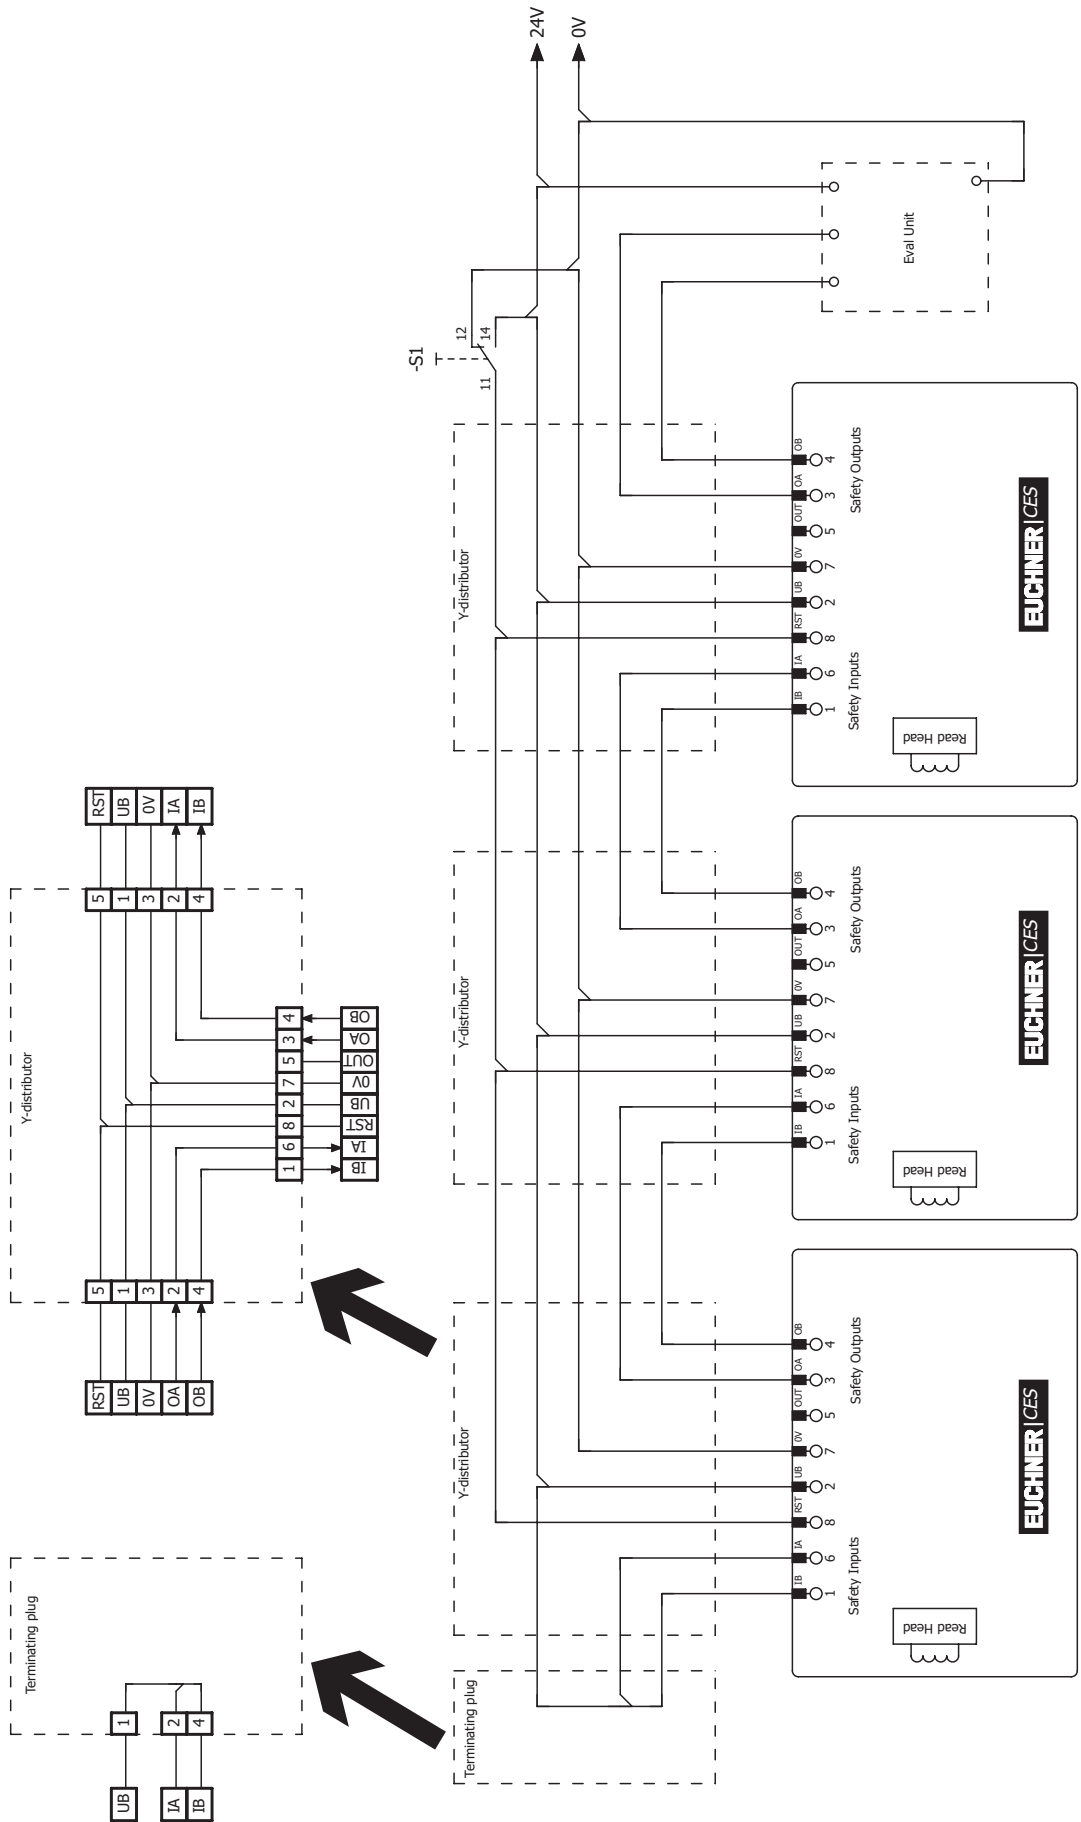

图4：配有复位和转换开关的串联接配线示例
- 开关链中的所有开关都必须使用共同的信号。这可以是转换开关或控制系统的输出。不宜使用按钮，因为工作时复位必须始终连接到GND（请参见第22页的图4中的开关S1）。
通常，应在断电状态下执行接线工作（例如在更换设备时）。某些特定系统则需在运行过程中执行接线和后续初始化。为此，必须按第22页的图4所示连接RST输入。